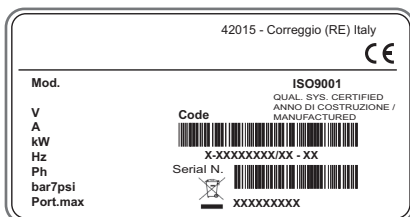

Fig. 1.19
- alla potenza elettrica assorbita dalla macchina, specificata nell'apposita targhetta dati macchina (Fig.1.19);
- montare dei fusibili di protezione della linea di alimentazione, dimensionati secondo le indicazioni riportate nell'apposita targhetta dati macchina (Fig.1.19);